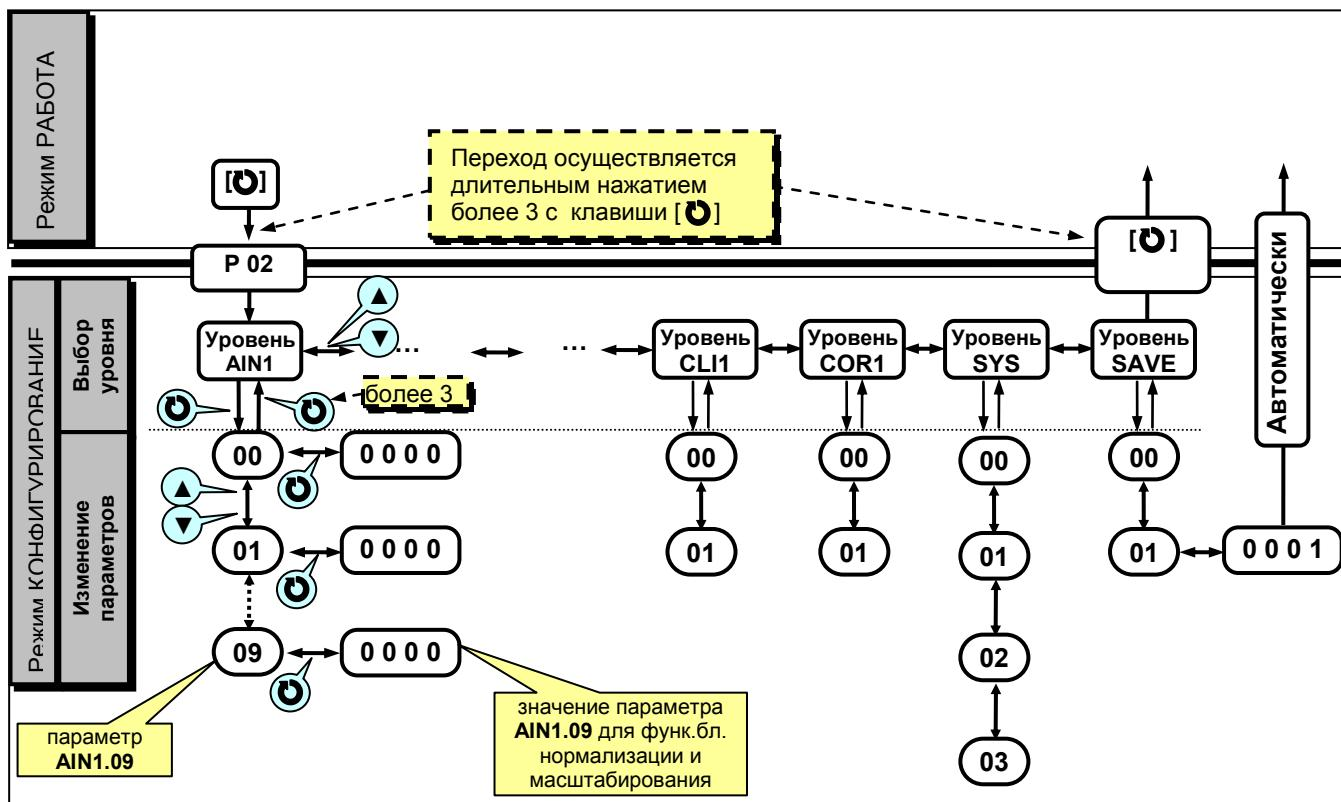

Рисунок 4.7.1 - Диаграмма уровней конфигурации и настроек
4.7.2 Параметры разделены по группам, каждая из которых называется "уровень". Каждое заданное значение (элемент настройки) в этих уровнях называется "параметром". Параметры, используемые в преобразователе БПВ-10, сгруппированы в 13 уровнях и представлены на диаграмме (рисунок 4.7.1).
В дальнейшем по тексту руководства идет ссылка на параметр в виде XXXX.УУ (например ALRM.00), где XXXX – название УРОВНЯ, а УУ – номер пункта меню (смотри рисунок 4.7.1).